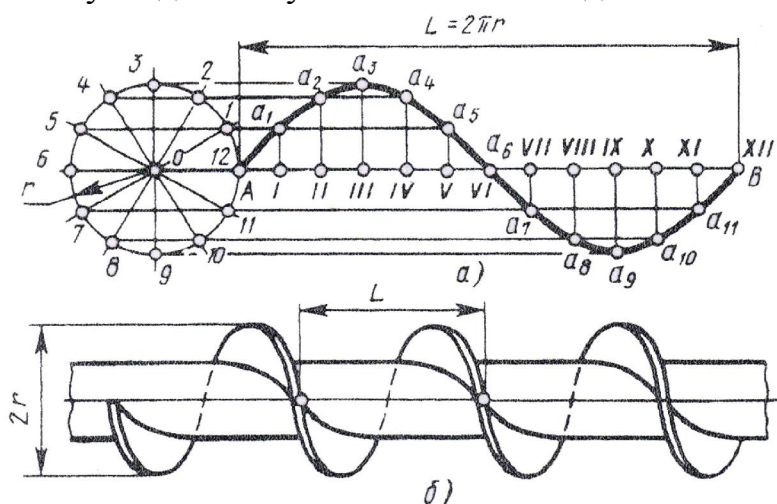

Рисунок 20
**Синусоида** - это плоская кривая, графически изображающая изменение синуса в зависимости от изменения угла (рис. 20).